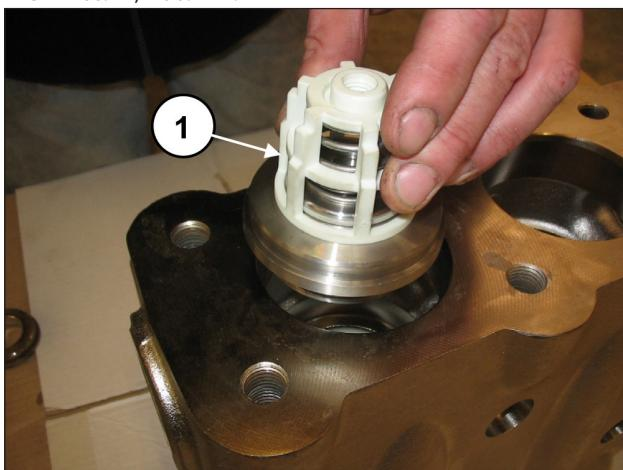
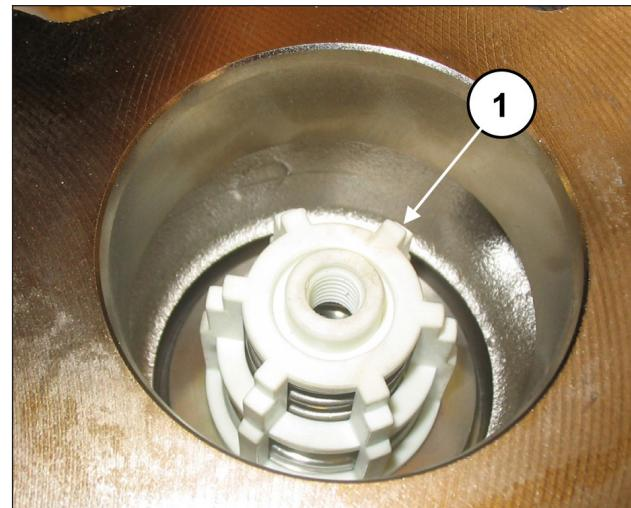

Abb. 120
Abb. 121
Setzen Sie die Druckventilgruppe ein (Pos. ①, Abb. 120). Die Ventilgruppe muss bündig eingesetzt sein und so erscheinen wie in Pos. ①, Abb. 121.